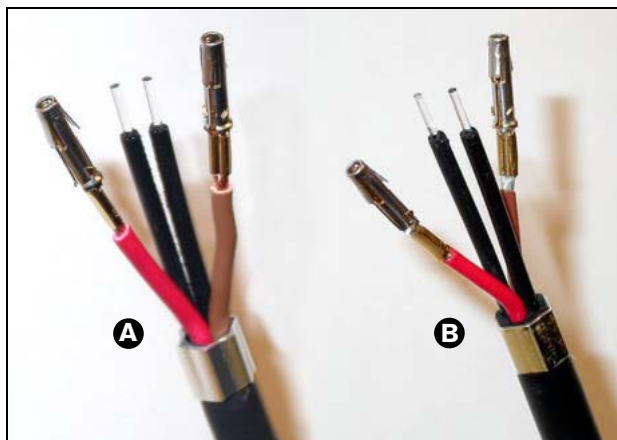

figura 20.20: Fibre ottiche spelate
- 18 Ripetere i passi 16 e 17 per l'altra fibra del cavo. Vedere la figura 20.20 per il risultato di questa parte della procedura di montaggio del connettore sul cavo.